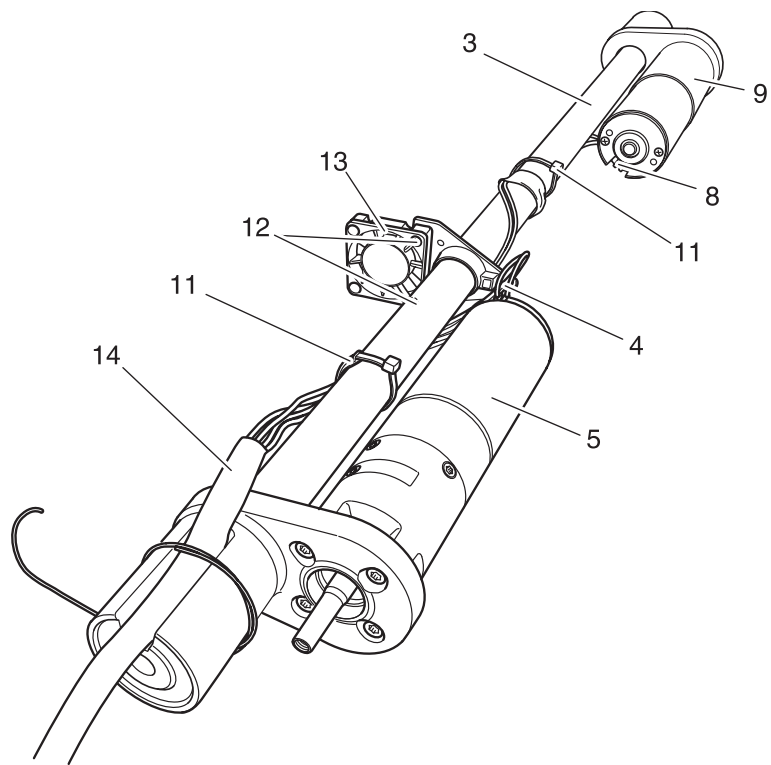

Fig. 4a
- Die Antriebseinheiten kpl. mit dem Flanschrohr 3 herausnehmen (Fig. 4a).
- Den Kabelbaum 14 gemäß Fig. 4a verlegen.